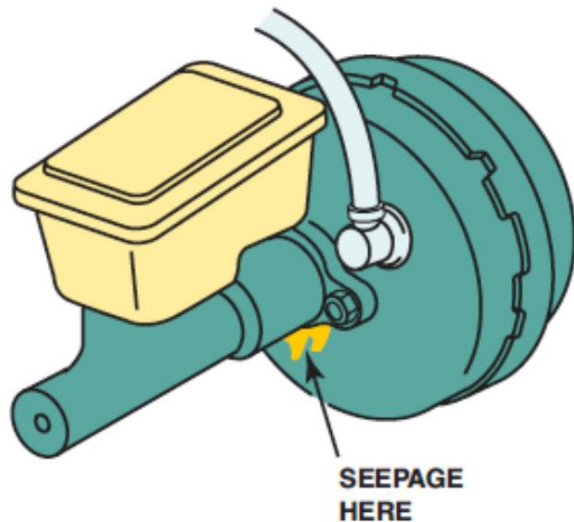

Figura 9. El líquido en esta área indica una fuga en el sello del pistón primario.
- Compruebe si hay fugas externas en las líneas o en la zona de la varilla de empuje. Figura 9.